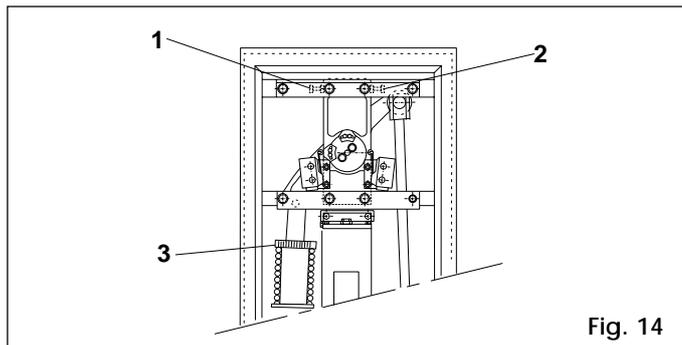

Fig. 14
- 2) Registrare la ghiera di precarico (rif. 3 Fig. 14). La sbarra è bilanciata quando rimane ferma nelle posizioni di 0° e 90°. Se la barriera tende a chiudersi ruotare la ghiera in senso orario, se tende ad aprire in senso antiorario.